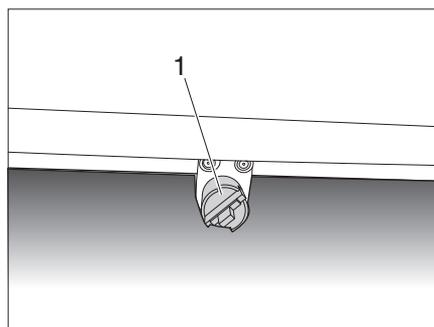
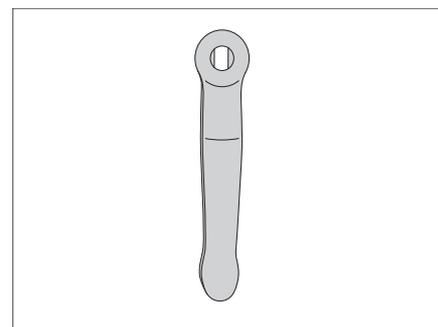
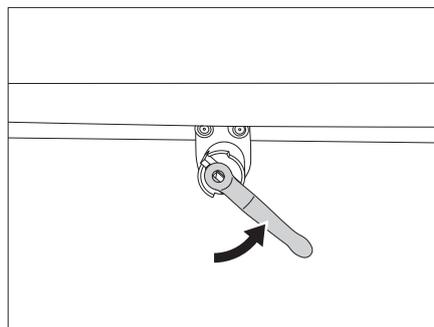

Figure 63 Écoulement Réservoir d'eaux usées
Figure 64 Clé du réservoir
Figure 65 Ouvrir le robinet d'eaux usées
- Insérer la clé du réservoir (Figure 64) sur le dispositif de vidange (Figure 63, 1).
- Pour ouvrir le robinet d'évacuation des eaux usées, tourner la clé du réservoir (Figure 64) d'un quart de tour dans le sens inverse des aiguilles d'une montre (Figure 65).
- Pour fermer le robinet d'évacuation des eaux usées, revisser à fond la clé du réservoir (Figure 64) dans le sens des aiguilles d'une montre.
- S'assurer que l'ouverture de vidange située à l'intérieur du réservoir d'eau fraîche (Figure 61), le robinet des eaux usées (Figure 63, 1) et la valve de sécurité du chauffe-eau sont fermés.